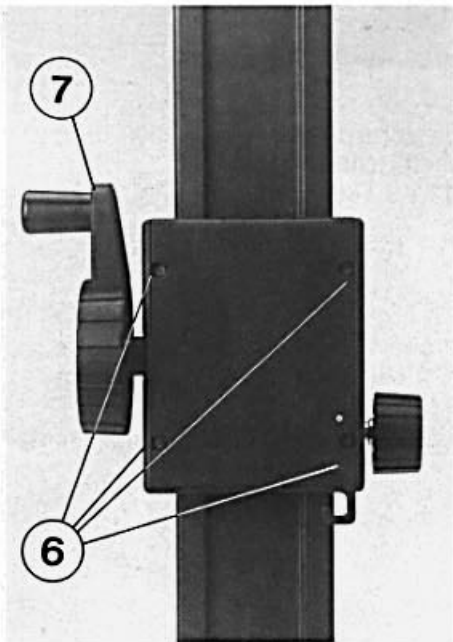

Bild 12
Die Höhenverstellung erfolgt über den Drehgriff (7) mit Kurbel. Bei eventuellem Nachlassen des Friktionsdruckes müssen die vier Schrauben (6) an der Rückseite des Haltearms gleichmäßig nachgezogen werden (Bild 12).